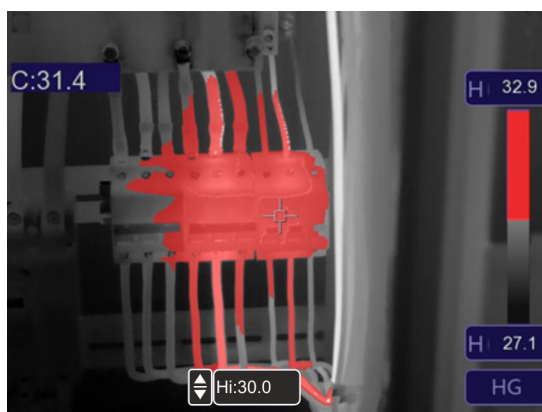

Fig. 40: Selezione isoterma Allarme sopra Temp.
5. Toccare il campo "Hi" nella parte bassa del display e usare i tasti freccia ▲ o ▼ per impostare il valore della soglia di temperatura **massima** oltre il quale lo strumento mostra i punti dell'immagine in colore rosso e in grigio i restanti punti (vedere Fig. 40)